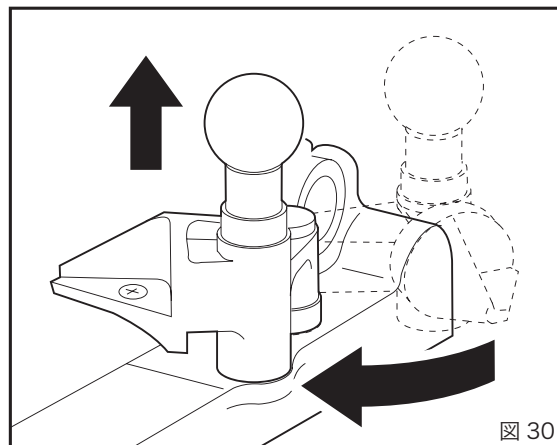
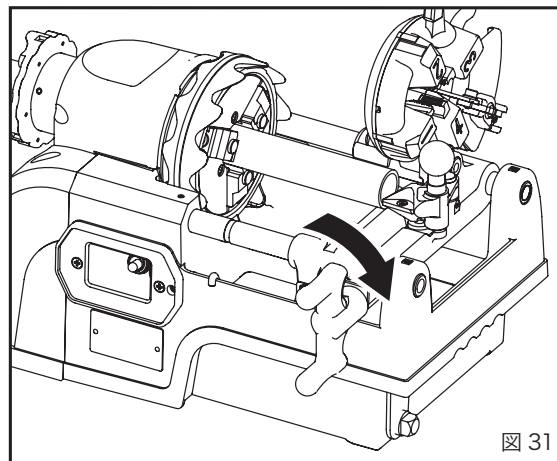

図 30
図 31
- ①使用しないダイヘッドとカッターを起こしてください。(図 30)
- ②リーマのセットノブを持ち上げ、リーマを面取り位置にセットします。
- ③スイッチを入れてパイプを回転させてから、送りハンドルでリーマをパイプに押しつけ、パイプが1回転以上したらリーマをパイプからはなしてください。これで面取りは完了です。(図 31)